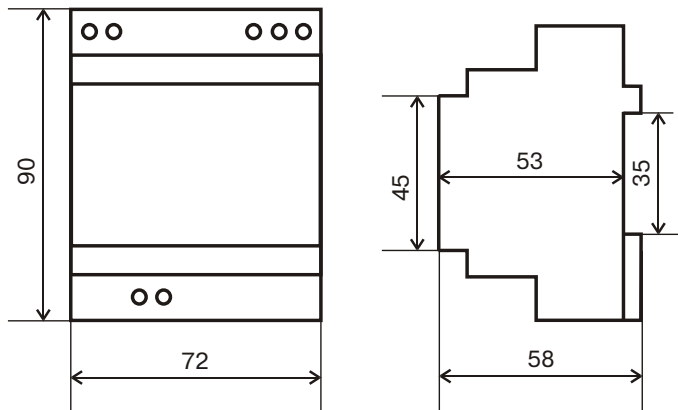

Рис.1 Габаритные и установочные размеры
2.6. Габаритные и установочные размеры реле времени приведены на Рис.1.